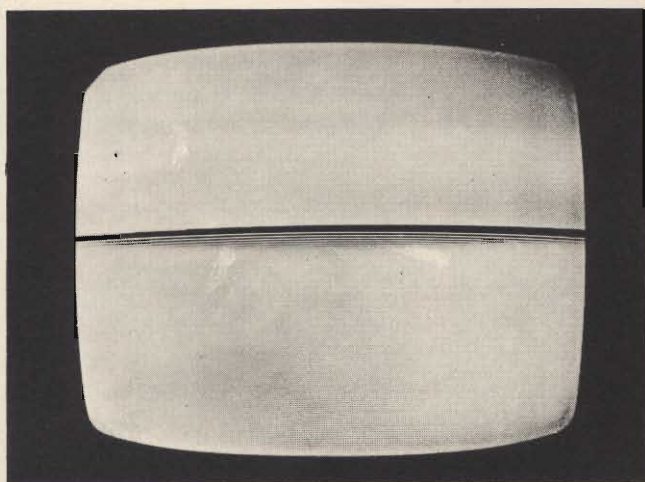

Fig. 8 - Immagine raffigurante una perdita del sincronismo verticale.
- I) Si può verificare la sola perdita del sincronismo verticale e presentare sullo schermo una immagine simile a quella di fig. 8. In tal caso regolare R4 fino alla sincronizzazione.